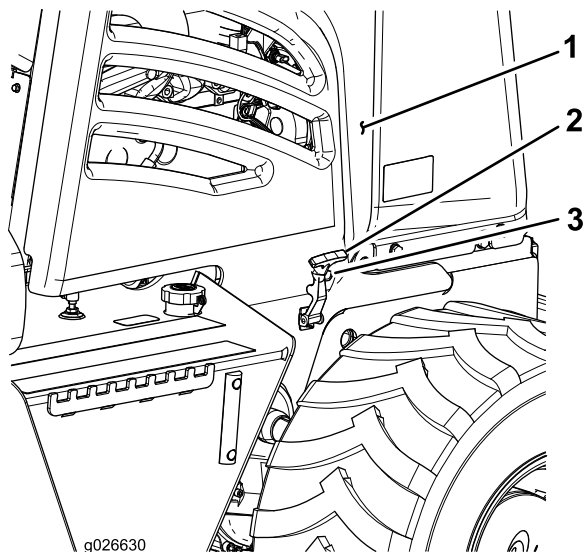

Рисунок 35
- Потяните вверх ручку защелки панели и отверните защелку, освободив ее от фиксирующего кронштейна (Рисунок 35).
- Поднимите боковую панель прямо вверх и снимите ее с машины (Рисунок 35).
- Потяните за ручку защелки панели наружу и отверните вверх, до совмещения с фиксирующим кронштейном (Рисунок 35).